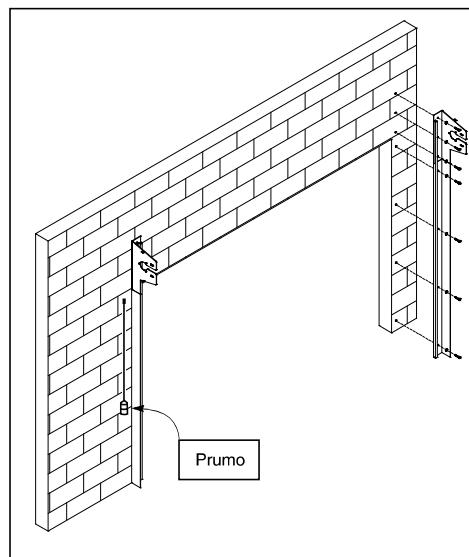

Figura 13
2. Uma vez que a coluna lateral está posicionada corretamente fixe-a à parede adequadamente. (Veja “Método de Fixação na página 4, Figuras 5, 6 e 7). As marcas onde deve-se furar já estão marcadas na coluna lateral. (Veja Figura 13).